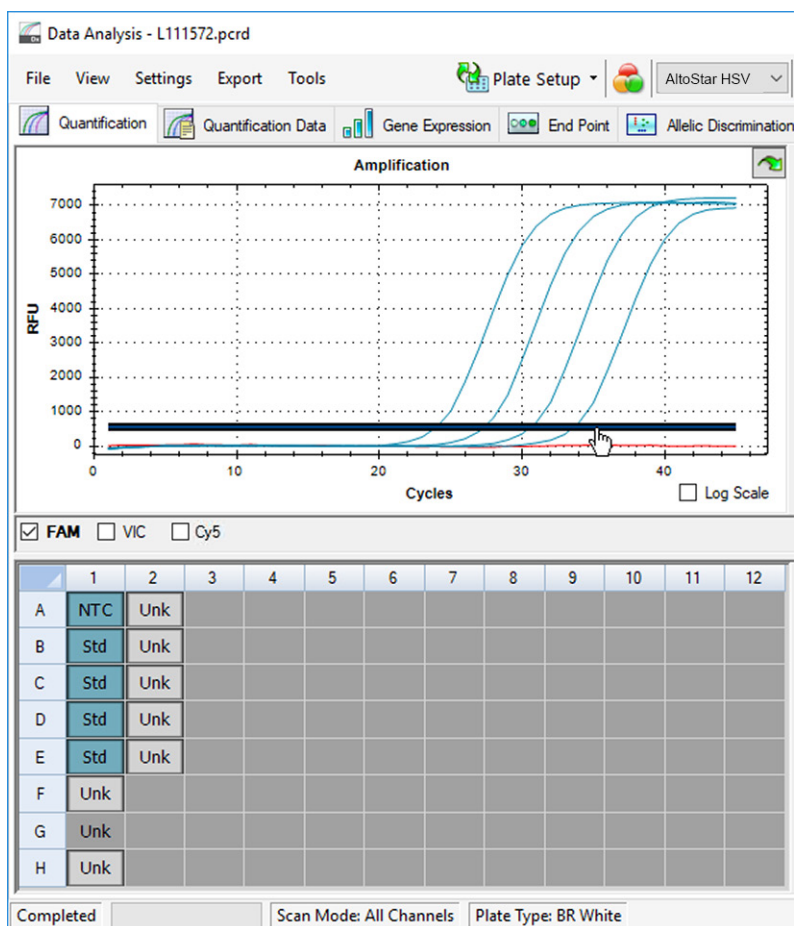

Figura 40: Ventana Data Analysis (análisis de datos): ajuste del umbral para FAM™
- En la parte izquierda de la ventana **Data Analysis** (análisis de datos) quite la marca de la casilla de verificación **VIC** y marque únicamente la casilla **FAM** para el canal de detección del HSV-1 objetivo (consulte la Figura 40).
6. Seleccione únicamente los pocillos que contienen el NTC y los estándares de cuantificación o el control positivo en la vista de placa de la ventana **Data Analysis** (análisis de datos) (consulte la Figura 40).